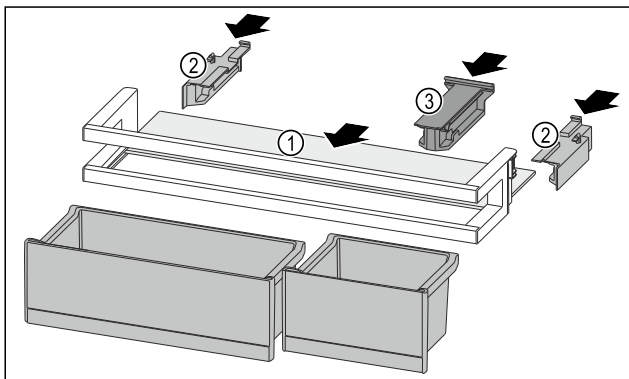

Fig. 103
- ▶ Вдвиньте съемную полку Fig. 103 (1) в боковые пазы.
- ▶ Установите боковые части Fig. 103 (2).
- ▶ Смонтируйте крепление Fig. 103 (3).